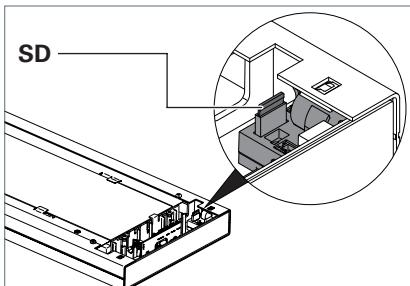

Fig. 6: Insérer la carte SD.
- ▶ Insérer la carte mémoire **SD** dans l'emplacement du module TIME, voir Fig. 6.